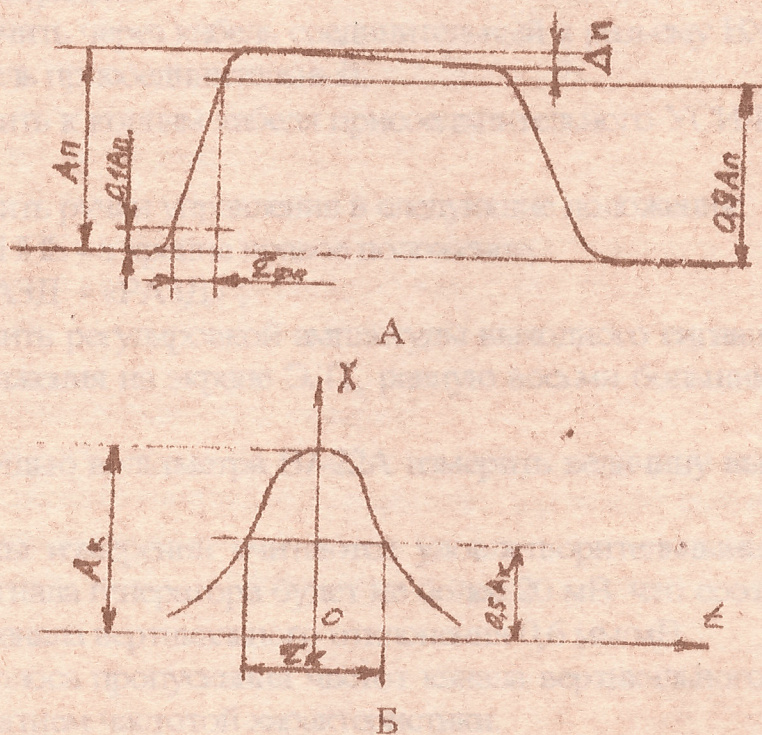

Рисунок 15 - Определение параметров:
4.5.3.4 Длительность зондирующего импульса определяется измерением длительности зондирующего импульса на внешней нагрузке осциллографом. Длительность импульса измеряется на уровне 0,5 (рисунок 15).